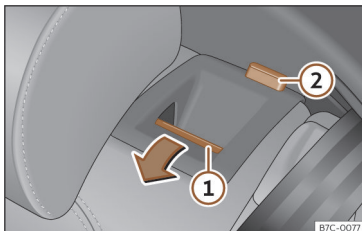

Fig. 98 Banco traseiro: rebater o encosto.
- Pressione o botão de desbloqueio >>> **Fig. 98 ①** para a frente e, ao mesmo tempo, rebata o encosto. O encosto traseiro está desbloqueado quando se vê uma marca vermelha no botão **②**.